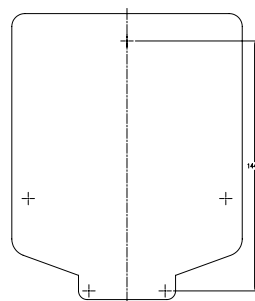

Figura 1: Use la plantilla de montaje (incluida)
- Use la plantilla de montaje (incluida) para marcar la ubicación del tornillo de montaje en la pared. *Consulte la figura 1.*